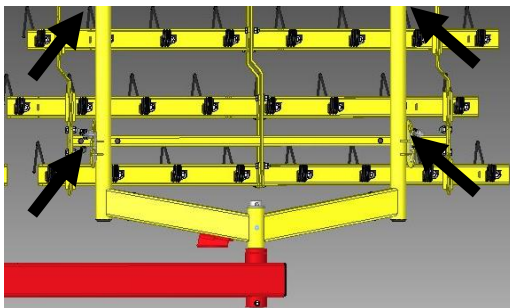

Abbildung 9
- Montieren Sie die neuen Striegelfelder an den Striegelfeldgabeln mit den vier Ketten und sichern diese mit den Federsteckern (Abbildung 9).